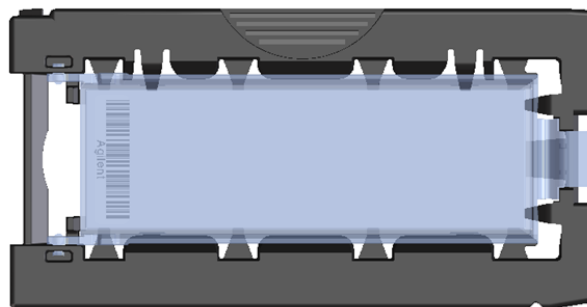

Figura 41 Lama de micromatrice poziționată corect în suportul pentru lame (închis)
- g** Se închide capacul de plastic pentru lame, apăsând pe clapetă până când se aude „click”. Consultați Figura 41.